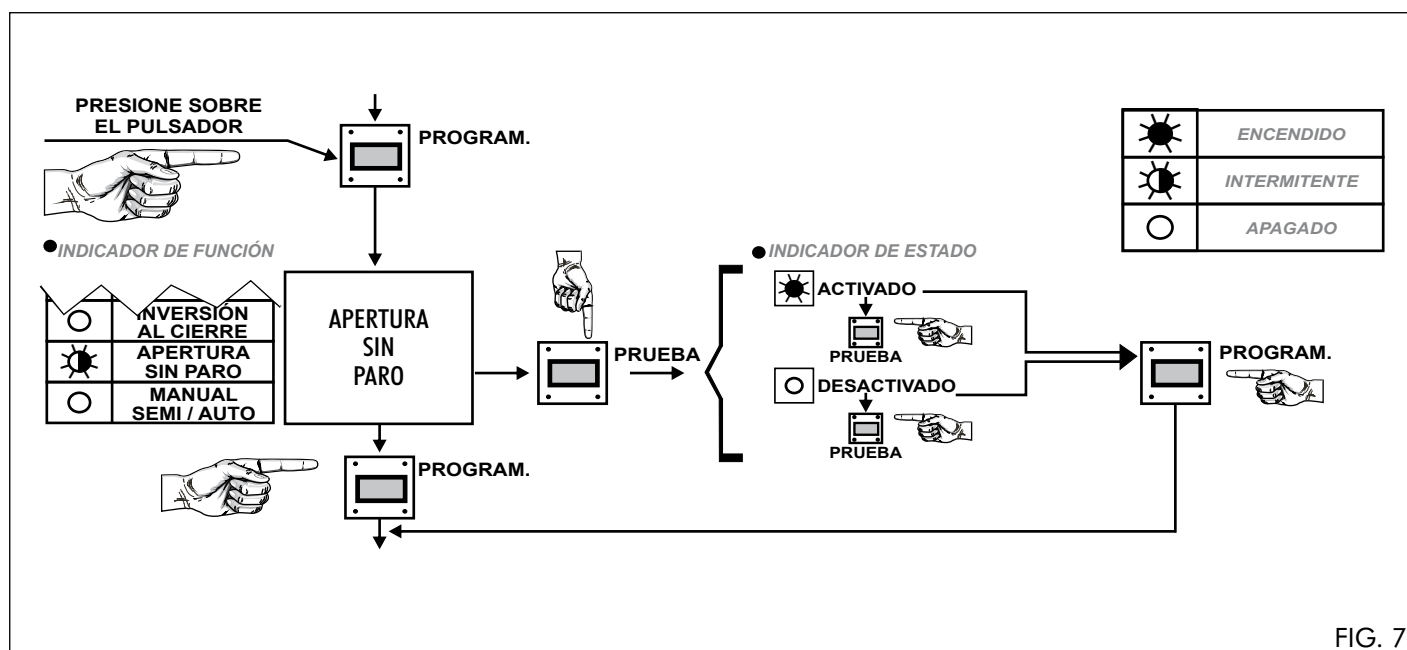

FIG. 7
**3.3.1.** Presione la tecla «PROGRAM» hasta que el indicador de función **APERTURA SIN PARO** se encienda **intermitentemente** (ver fig. 7).
**3.3.2.** Presione sucesivamente la tecla «PRUEBA» (ver fig. 7) hasta alcanzar la opción deseada: